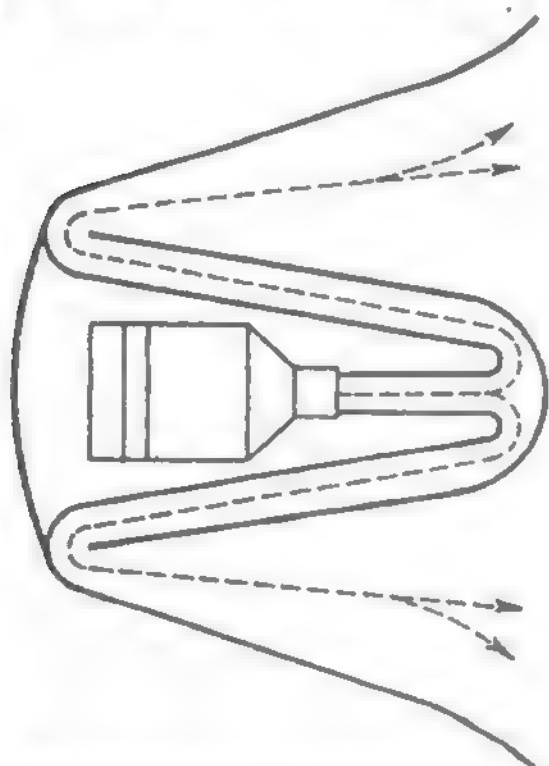

Bild 28. Reflex-Trichter (Philips) schematisch (Antrieb: Druckkammersystem)
*Horn-* oder *Trichterlautsprecher* verwenden keinen Konus zur Schallabstrahlung, vielmehr eine kleine Membran und eine sogenannte „*Druckkammer*“; das ist ein Hohlraum mit geringer Luftschichtdicke über der Membran. An die Druckkammer schließt sich das Horn an. Um Raum zu sparen, gibt man dem Trichter, bei dem es u. a. auf die „wirksame“ Länge des Schallweges ankommt, bestimmte Formen. Ein Beispiel zeigt Bild 28. Der Wirkungsgrad des Lautsprechers mit Horn